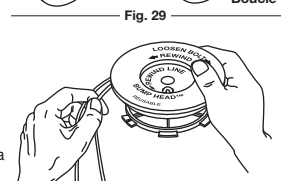

Fig. 30
- Enroulez les fils en couches uniformes serrées sur le moulinet (Fig. 30). Enroulez le fil dans le sens indiqué sur le moulinet intérieur. Placez votre index entre les deux fils pour les empêcher de se superposer. Ne superposez pas les extrémités du fil. Passez à l'étape 11.